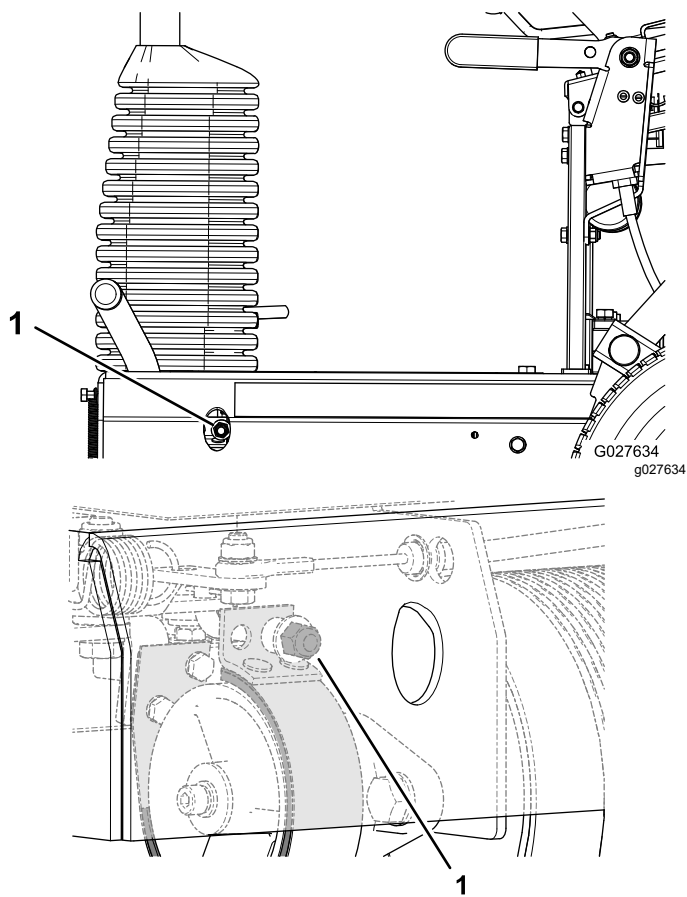

Figura 35
- Pentru a mări fora de frânare, rotiți contrapiulia frânei în sensul acelor de ceasornic (Figura 35).
- Pentru a reduce fora de frânare, rotiți contrapiulia frânei în sens invers acelor de ceasornic (Figura 35).